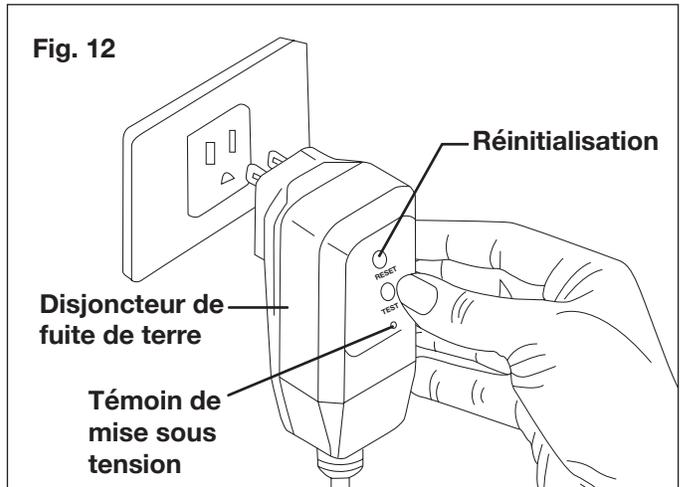

Fig. 12
12. Vérifiez que la tension et la fréquence (V/Hz) de l'alimentation électrique correspondent aux spécifications marquées sur la plaque signalétique du nettoyeur haute pression. Si l'alimentation électrique est appropriée, vous pouvez alors brancher le nettoyeur haute pression dans la prise secteur (Fig. 12).